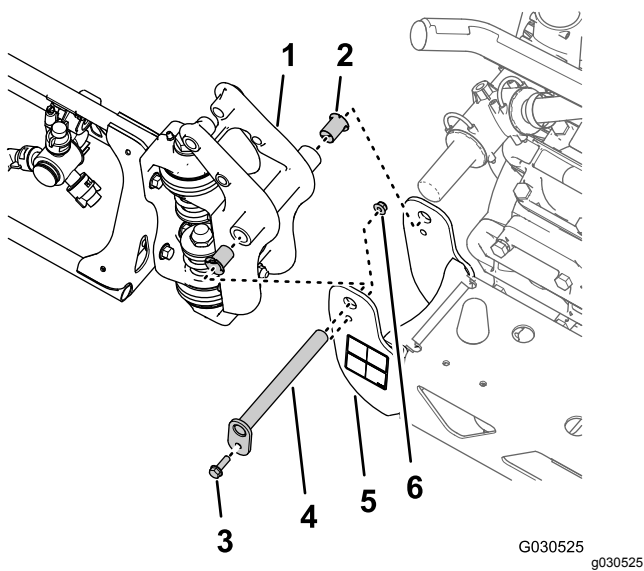

Figure 74
1. Retirez le boulon à embase (5/16" x 1") et le contre-écrou à embase (5/16") qui fixent l'axe de pivot au support de pivot (Figure 74)
2. Retirez l'axe de pivot du support de pivot de la section de rampe centrale et la fixation de pivot de la section de rampe extérieure (Figure 74).
3. Séparez la section de rampe extérieure de la section de rampe centrale et déposez la section extérieure de la machine (Figure 74).
4. Retirez les 2 bagues à embase en nylon de la fixation de pivot de la section de rampe extérieure (Figure 74).